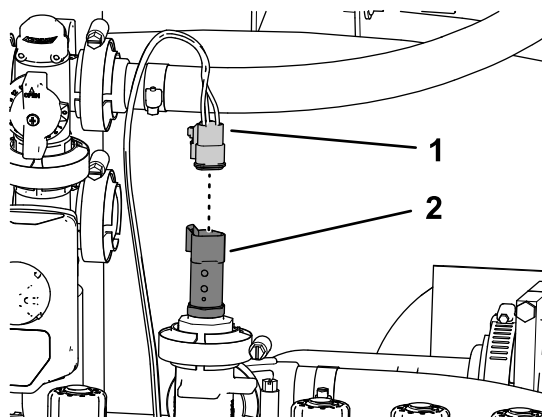

Figura 131
- Insira o conector de três tomadas da secção com 61 cm da cablagem do kit rotulado CUNHA VERDE DO TRANSDUTOR DE PRESSÃO (pressure transducer green wedge) no conector de três pinos do transdutor de pressão (Figura 131).